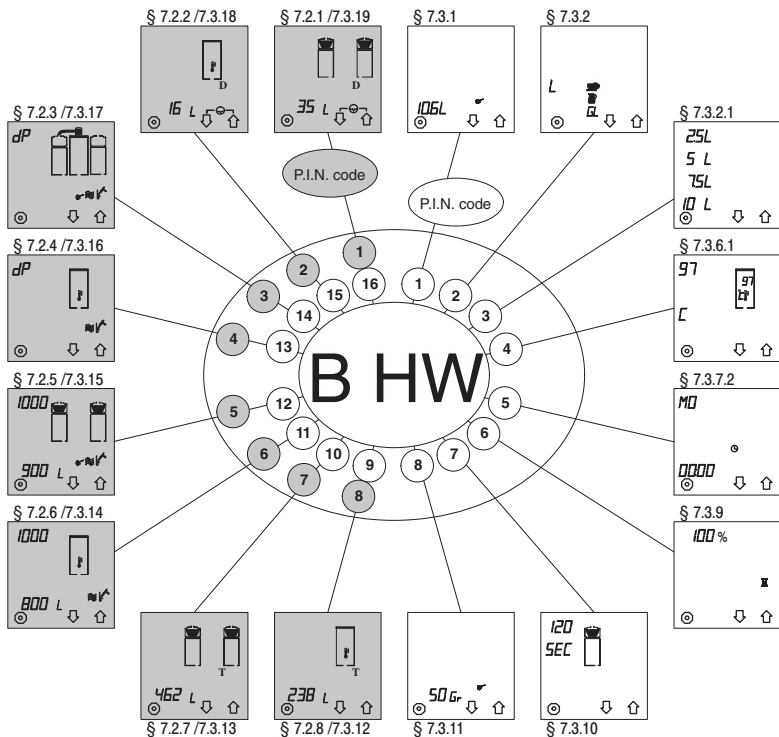

Abb. 12 Karussell des Programmiermenüs
- Geben Sie die Benutzer-Geheimnummer ein. Das Programm startet im Programmier-Kreislauf (Abb.12) des Benutzermenüs bei § 7.2.1, **"Tageszähler für Kaffeebrühsystem"**.
- Drücken Sie auf die Wahl taste (N.) $\uparrow$, um im Uhrzeigersinn zur nächsten Einstellung zu gehen (§ 7.2.8), siehe auch Abb.12 .
- Drücken Sie auf die Wahl taste (M.) $\downarrow$ um gegen den Uhrzeigersinn zur nächsten Einstellung zu gehen (§ 7.2.2). Wenn Sie mehrmals nacheinander auf eine Wahl taste drücken, können Sie den gesamte Kreislauf (Abb.12) durchblättern.
- Die Einstellungen werden in der Reihenfolge des Kreislaufs beschrieben, d.h. **gegen** den Uhrzeigersinn (Abb.12).